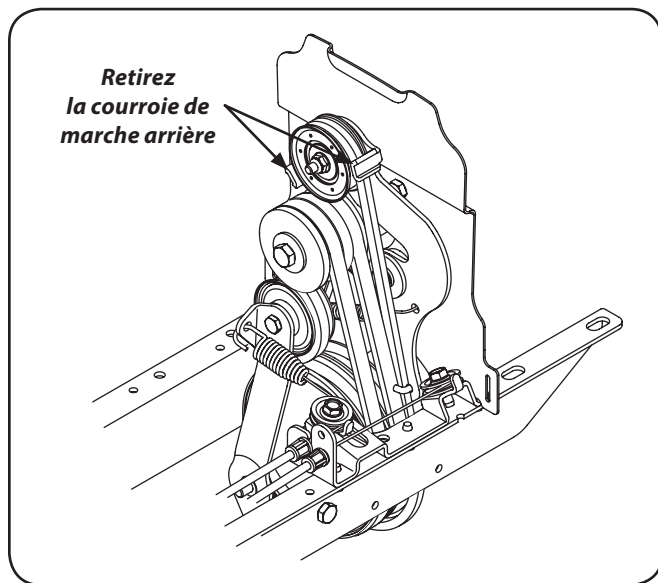

Figure 7-4
- Retirez la courroie de marche arrière de la poulie de tension; faites-la glisser hors de la poulie et passez-la sous chaque garde-courroie. Voir Figure 7-4.